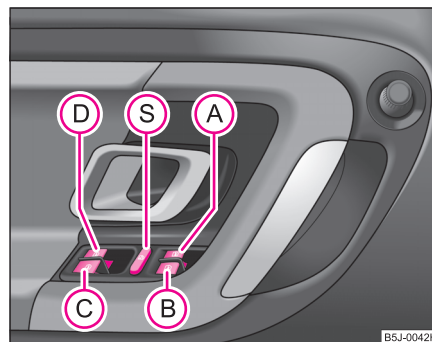

Fig. 29 Tastele din ușa conducătorului
Comutatoarele pentru fiecare geam se găsesc în ușa conducătorului ⇒ pagina 52, fig. 29, pasagerului din dreapta și în ușile din spate*.
Apăsând comutatorul de siguranță  ⇒ pagina 52, fig. 29, puteți scoate din funcțiune comutatoarele din ușile din spate. Apăsând încă o dată comutatorul de siguranță , puteți restabili funcționarea tastelor din ușile din spate.
- Când se transportă copii pe locurile din spate, vă recomandăm să scoateți din funcțiune comutatoarele din ușile din spate (comutatorul de siguranță)  ⇒ pagina 52, fig. 29.